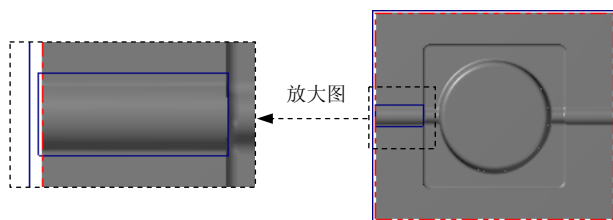

图 12.29 矩形边界
Step1. 绘制矩形边界。单击顶视图按钮，选择 → 命令，系统弹出“矩形”工具栏。在“矩形”工具栏中确认按钮未被按下，绘制图 12.29 所示的矩形边界（绘制大概的轮廓即可，具体位置可参看操作视频录像），单击按钮关闭工具栏。